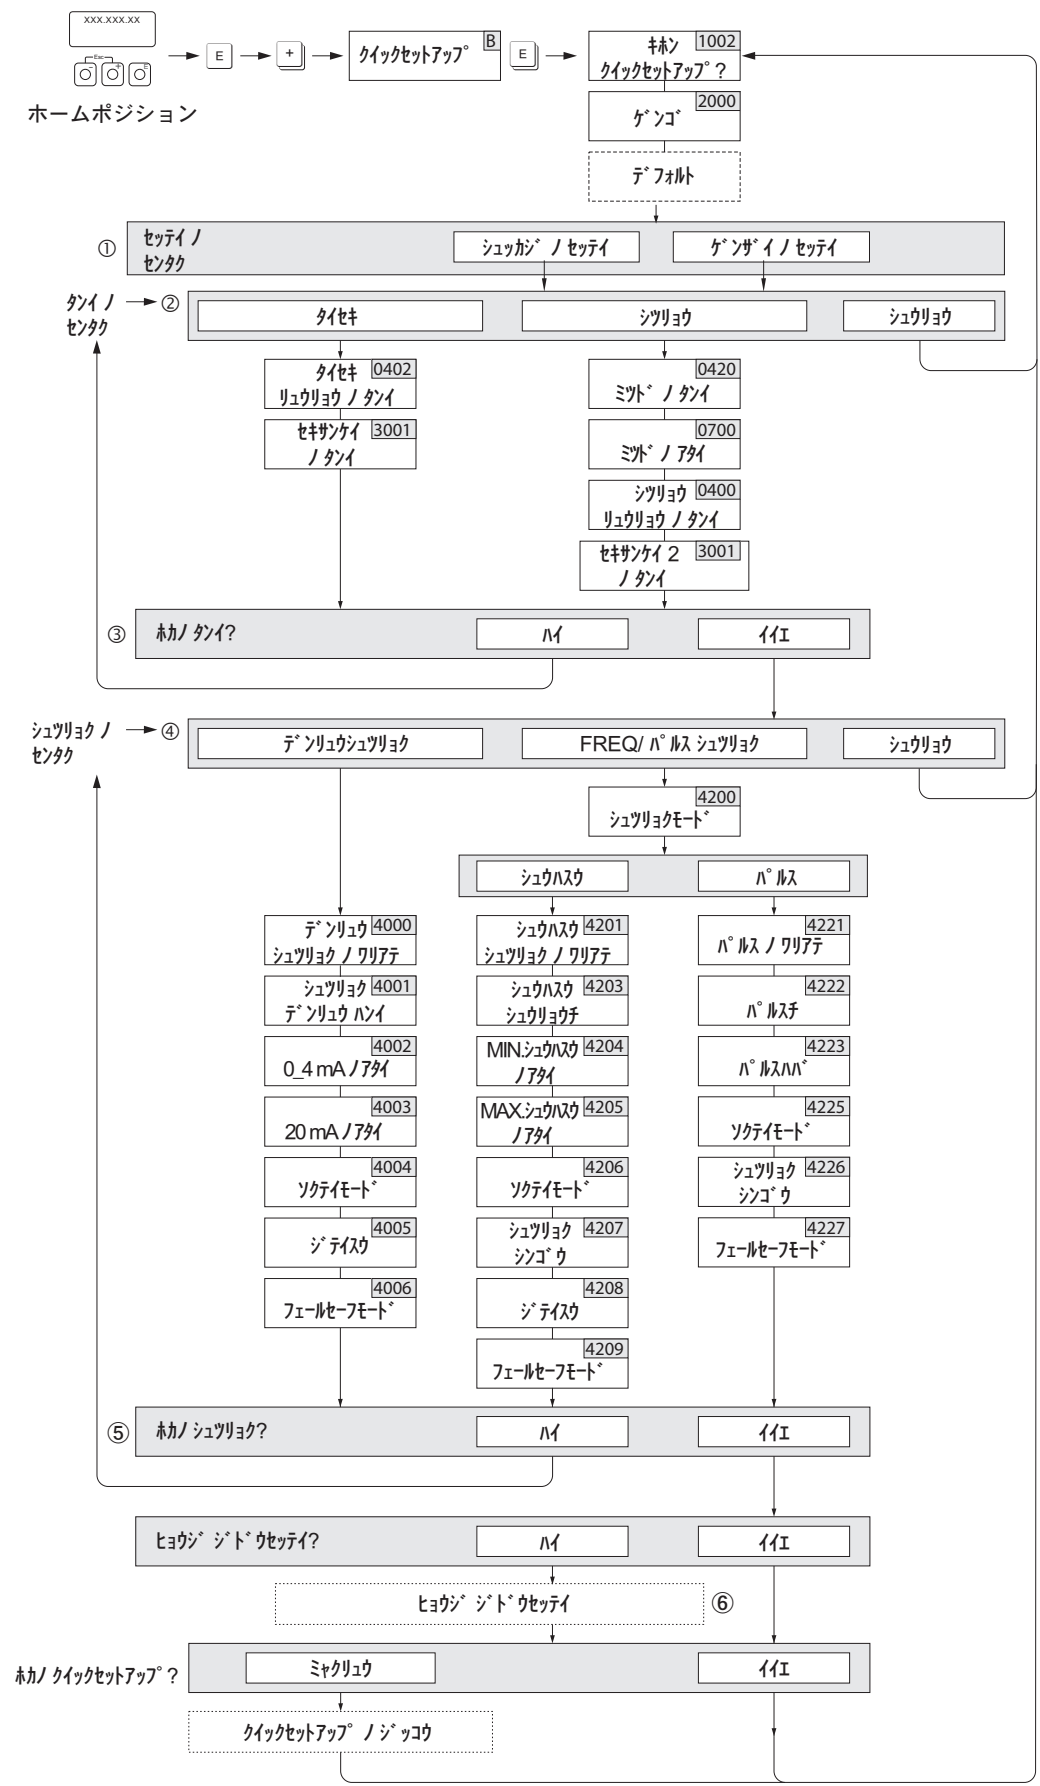

図 47： 簡単設定用クイックセットアップメニュー
3. ジャンパを使用して、HART 書込み禁止のオン / オフを切替えます（図 47 を参照）。